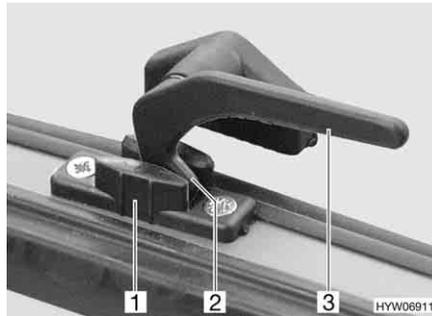

Fig. 9 Finestra apribile in posizione di "Aerazione continua"
- aerazione continua (Fig. 9) o
- Aprire la leva di serraggio (Fig. 9,3) della finestra apribile.
- Girare nuovamente all'indietro la leva di serraggio. Riportare contemporaneamente il nasello di chiusura (Fig. 9,2) nella rientranza della chiusura della finestra (Fig. 9,1).